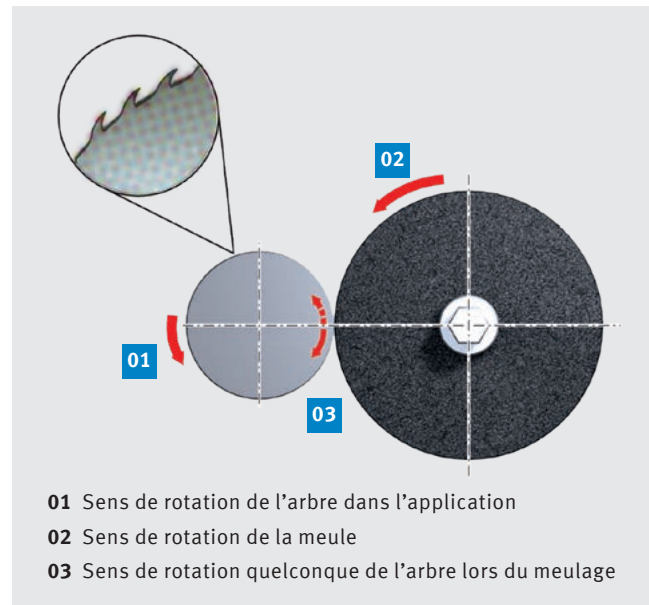

Fig. 44 : Meulage d'un arbre en fonte
- La fonte nodulaire (GGG) possède une structure superficielle ouverte et doit de ce fait être meulée sur R_z 2 ou plus élevé. La Figure 44 montre le sens de rotation des arbres en fonte dans l'application. Celui-ci doit correspondre au sens de rotation de la meule car l'usure est plus importante dans le sens inverse.